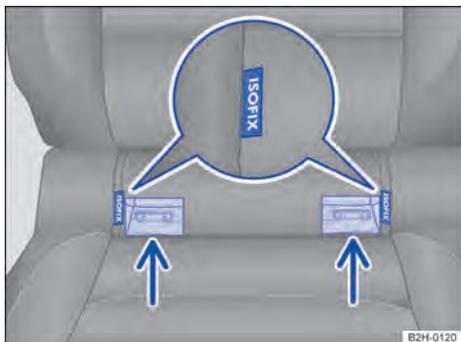

Fig. 42 En el asiento del vehículo: señalización de los puntos de anclaje inferiores para los asientos para niños.
Cada una de las plazas traseras laterales cuenta con dos argollas de sujeción, también llamadas puntos de anclaje, entre el respaldo y la banqueta del asiento → Fig. 42.
- Encaje el asiento para niños en las argollas de sujeción en el sentido de las flechas → Fig. 42. Las aberturas para encajarlo se encuentran en vertical junto a los rótulos de ISOFIX. El asiento para niños deberá encastrar de forma segura y audible (clic).
- Coloque el asiento para niños sobre la banqueta del asiento y fije los ganchos de los cinturones de fijación a las argollas de sujeción → Fig. 42 siempre que dichos cinturones vengan incluidos en el asiento para niños.